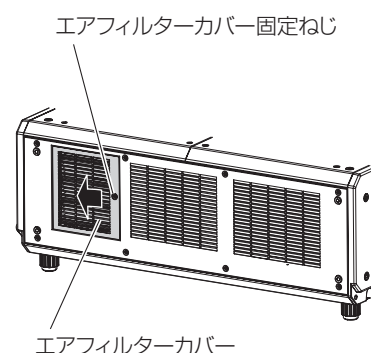

図 2
2) エアフィルターユニットを乾燥させる (図 2)
2) エアフィルターカバーを矢印の方向にスライドさせながら閉じ (図 2)、プラスドライバーでエアフィルターカバー固定ねじを締めつける